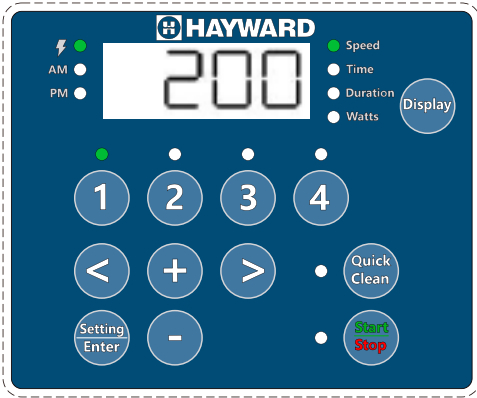

Рис. 5
- 6) Нажмите «1». На дисплее отобразится продолжительность использования скорости SPEED 1 (СКОРОСТЬ 1). Светодиод параметра Duration начнет мигать. **См. рис. 5.**